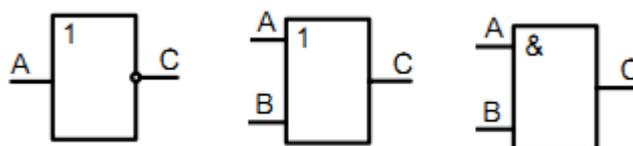
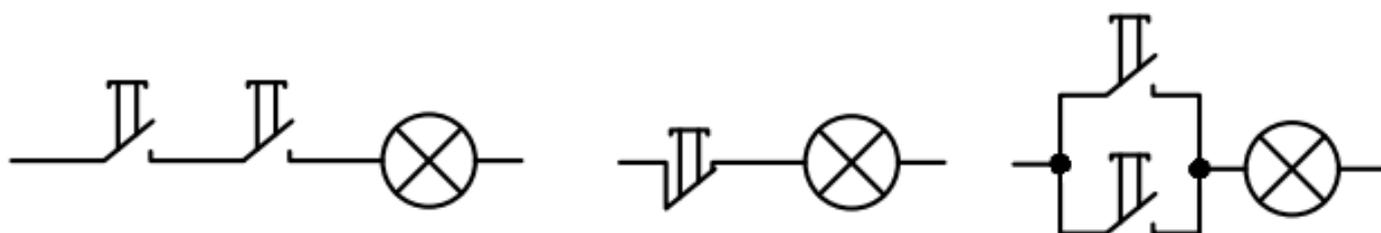

Рис. 1
Рис. 2
1. По данному образцу (Рис. 1) и (Рис. 2) разработайте электрическую схему, моделирующую логические элементы НЕ, ИЛИ, И для управления индикаторной лампой.